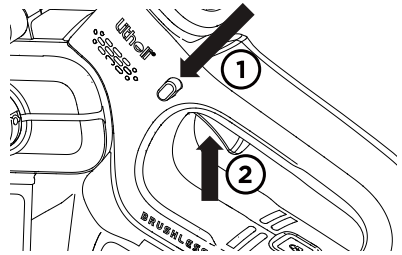

Abb. 14
2. Drücken Sie die Sperrtaste, drücken Sie dann die Ein-/Aus-Taste ganz durch und halten Sie sie in dieser Position. Bei laufender Mini-Kettensäge kann die Sperrtaste gelöst werden. (Siehe Abb. 14)